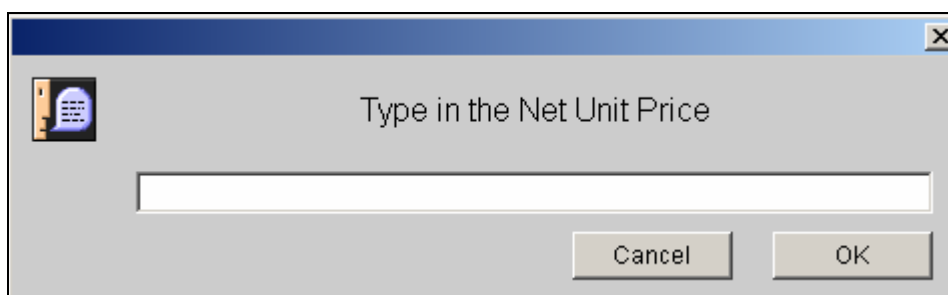

Рисунок 9: Ввод цены без учета налогов для заранее обусловленных операций
- Щелкните в зоне **"Цена без учета налогов"** (только для заранее обусловленных операций). Открывается диалоговое окно (рис. 9).